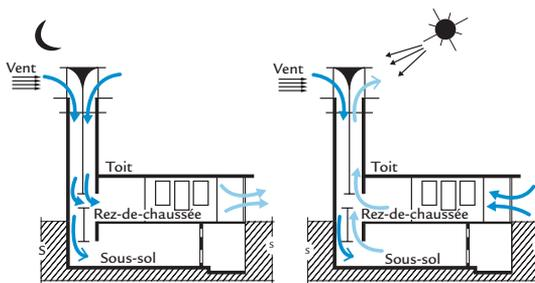

Figure 1.1 Badgirs de la ville de Yazd en Iran
- **4 000 à 1 300 ans av. J.-C.** : début de l'utilisation des principes de confort liés au tirage thermique et éolien avec le développement des « capteurs de vents » (mangh en Inde ou badgirs en Perse, figure 1.1). On retrouve ces systèmes dans l'Égypte des pharaons où des études récentes font état d'un brassage des ambiances avoisinant les 50 vol/h. La présence d'une réserve d'eau ou de pains de glace permettait d'augmenter le rafraîchissement des chaudes atmosphères du Moyen et Proche Orient.